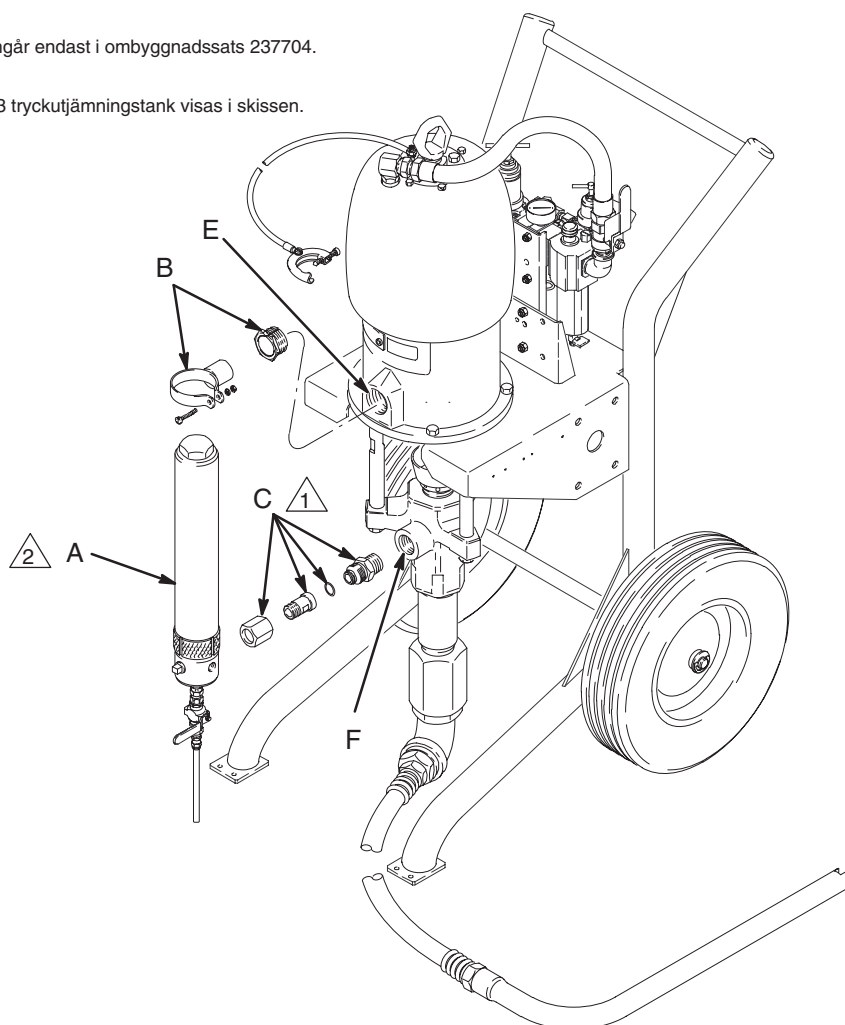

Fig. 2
Anslut tryckutjämningsstanken till vätskeutloppet (F) på kolvpumpen och montera fästet i det alternativa utloppet (E) vid blocket på luftmotorn. Se Fig. 2.